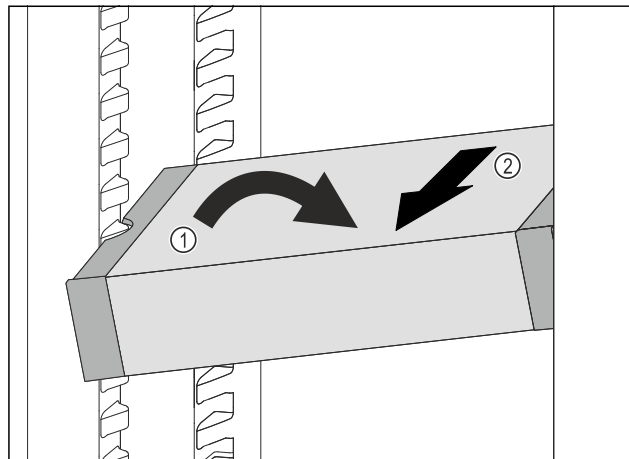

Fig. 186
- ▶ VarioSafe postavte v chladničce šikmo. Fig. 186 (1)
- ▶ VarioSafe odeberte směrem dopředu. Fig. 186 (2)